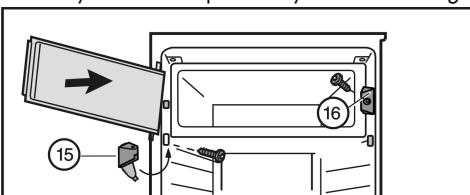

Fig. 8
- Uzatvárací kus Fig. 8 (16) namontujte.
- Namontujte ložiskovú konzolu Fig. 8 (15) a zaklapnite kryt.